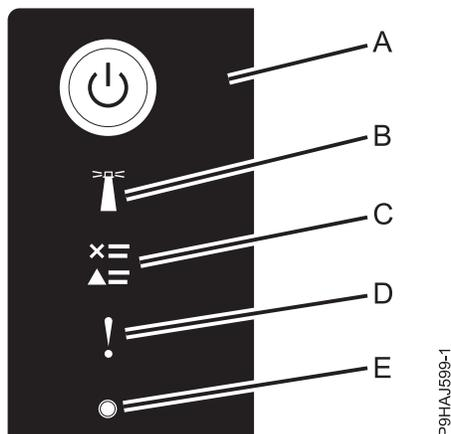

Figure 10. Voyants du panneau de commande
- Le voyant d'alimentation (A) clignote, comme indiqué dans la figure suivante.
3. Appuyez sur le bouton de mise sous tension (A) du panneau de commande, comme indiqué dans la figure 10.